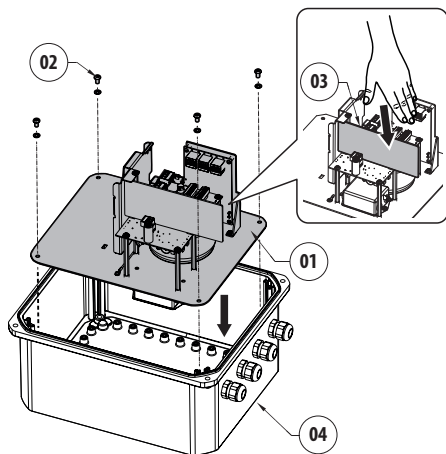

Рис. 9
После того, как необходимое отверстие сделано, соберите кабельные вводы (не входят в комплект поставки) и, удерживая перегородку платы (03), снова вставьте внутренний блок (01) в коробку (04). Закрепите опорную пластину внутреннего блока (01) при помощи выкрученных до этого винтов (02) (Рис. 9, страница 12).